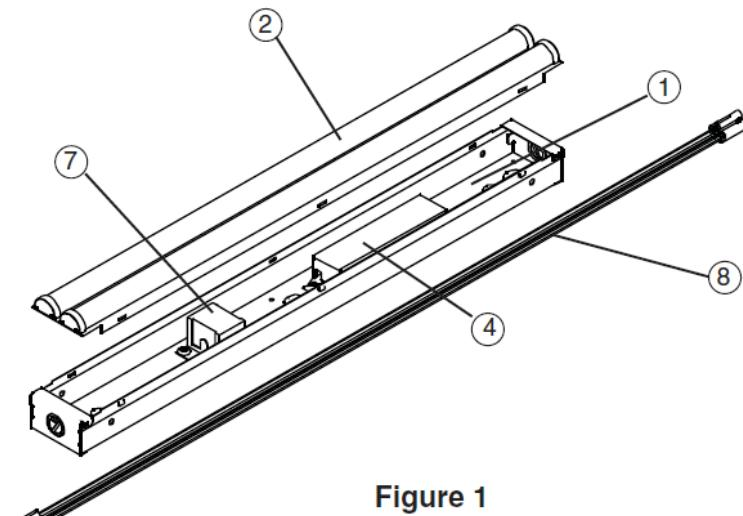

Figure 1
1. Remove fixture components and parts pack(s). Check that all parts are included. See Fig. 1.
1. Saque los componentes del luminario y paquete(s) de piezas. Compruebe que todas las piezas estén incluidas. Vea Fig. 1.
1. Retirer les composantes de l'appareil et tout emballage de pièces. S'assurer que toutes les pièces sont incluses. Voir la Fig. 1.